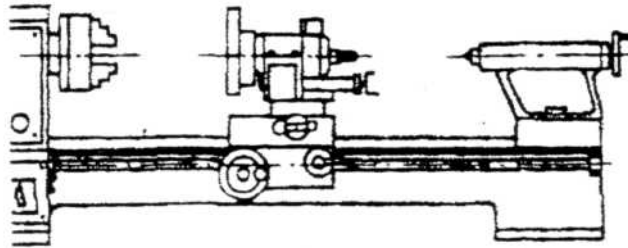

Fig.1
1. Placez la machine dans le support porte-outil du tour, serrez les vis (Fig. 1).